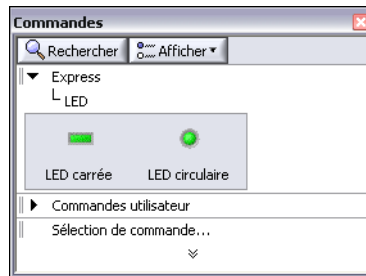

Figure 3-4. Palette LED
2. Sur la palette **Express**, sélectionnez la palette **LED**, représentée dans la figure 3-4.